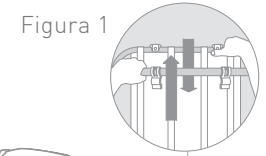
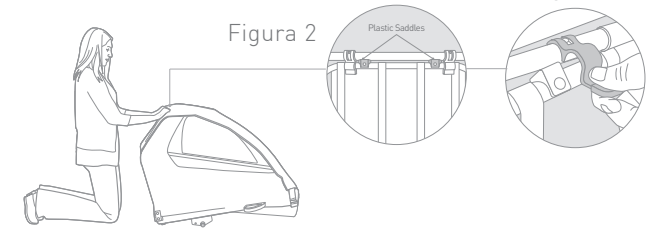

Figura 1
Figura 2
1. Eleve el tubo del marco frontal y el tubo del marco trasero desde el interior del remolque (figura 1) hasta que queden juntos en los sillines de plástico (figura 2).